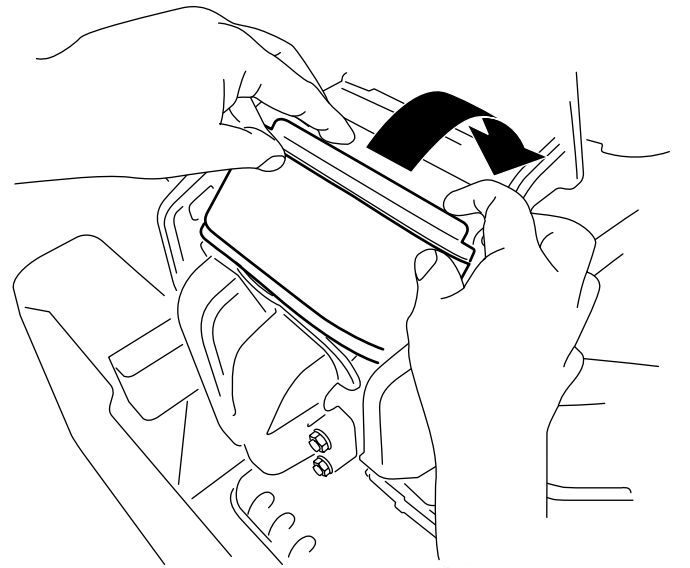

Figura 70
3. Introduzca el filtro en la cámara, girándolo para asentarlo correctamente contra el colector (Figura 70).